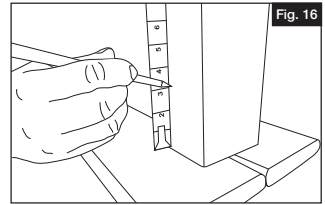

Fig. 16
- Établissez l'emplacement du bas du panneau de niveau en fonction de la hauteur de rail souhaitée. Tracez une ligne sur votre surface de montage à cette hauteur plus $1\frac{1}{8}$ po pour représenter le haut du support de montage (Fig. 16).
- Establezca la ubicación de la parte inferior del panel plano en función de la altura deseada. Marque una línea en la superficie de montaje a esta altura y sume $11\frac{1}{8}$ " que representa la parte superior del soporte de montaje (Fig. 16).